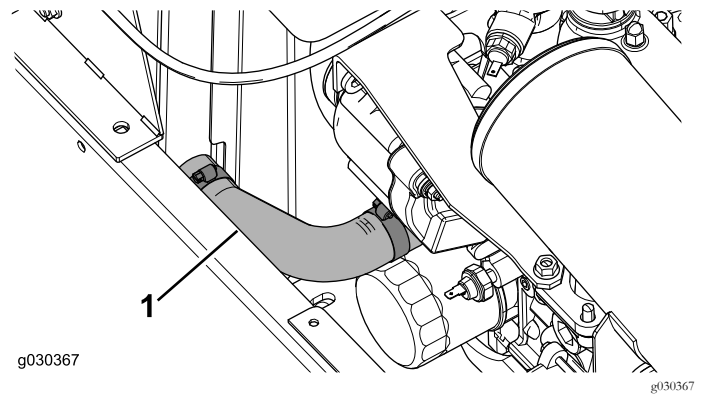

Bild 29
2. Entfernen Sie den unteren Schlauch des Kühlers von der Maschine (Bild 29).